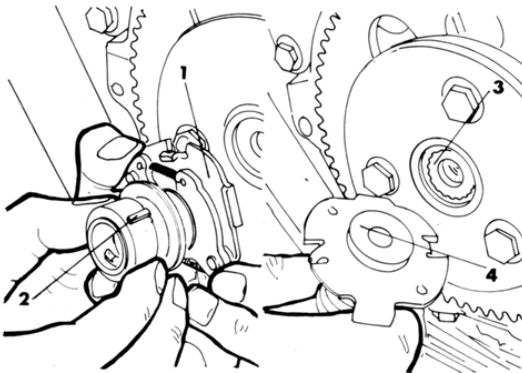

Bild 176
- Unter Bezug auf Bild 176:
- Den Rotorzahn (2) auf die «O»-Marke (1) des Zündverstellers ausrichten.
- Den Stift (4) am Frühzündler auf den Schlitz (3) in der Kurbelwelle ausrichten.